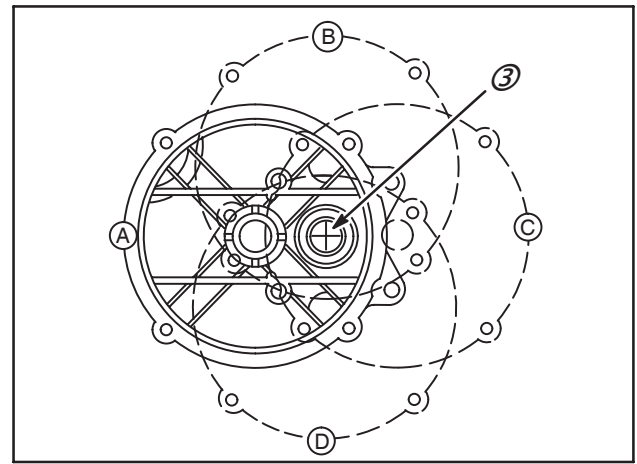

Fig. 44
Installer le réducteur dans la même position qu'avant la dépose, Fig. 44. Serrer les vis et les rondelles frein au couple de 16 Nm.
NOTE: La position du boîtier de palier standard est à 9 heures (A), par rapport au vilebrequin du moteur (3). Les positions optionnelles sont 12 heures (B), 3 heures (C) et 6 heures (D), Fig. 44.